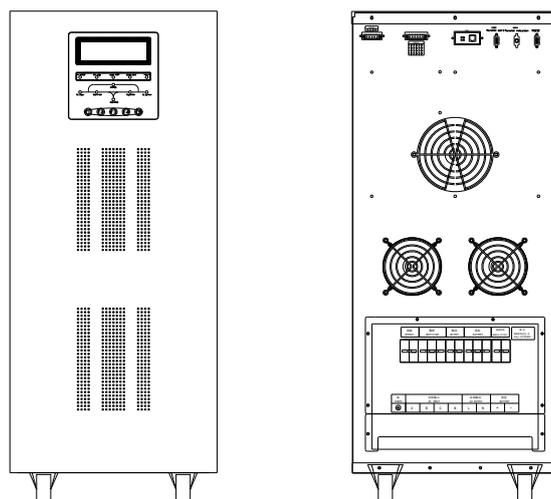

图 3-21
10. 20VA-30KVA LCD 显示面板立式逆变电源有两款机箱类型, 前面板和后面板外观示意图如图 3-21 所示。